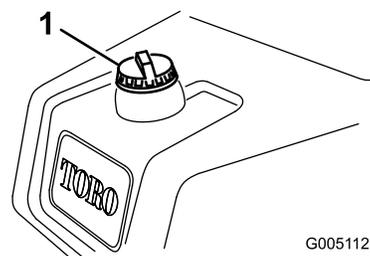

図 24
1. 燃料キャップの周囲をきれいに拭いてキャップを外す  図 24。